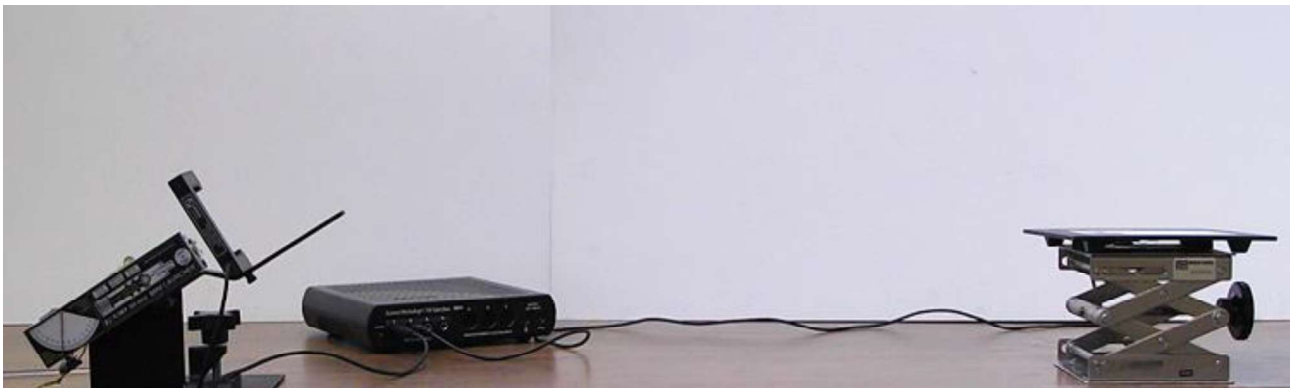

Figura No.1
1. Con ayuda de su profesor, verifique que todo el equipo esté conectado adecuadamente. Instale el arreglo mostrado en la *Figura No. 1*, la fotocpuerta debe estar conectada al canal 1 y el sensor de tiempo de vuelo al canal 2 de la **interfaz Science Workshop 750**.
6. Dado el arreglo mostrado en la *Figura No. 1*, y con base en un sistema de referencia, tal como lo muestra la *Figura No. 4*, coloque el balón en el lanzador y con las ecuaciones para un tiro parabólico realice las mediciones correspondientes para determinar la rapidez inicial del proyectil para un ángulo de disparo fijo.